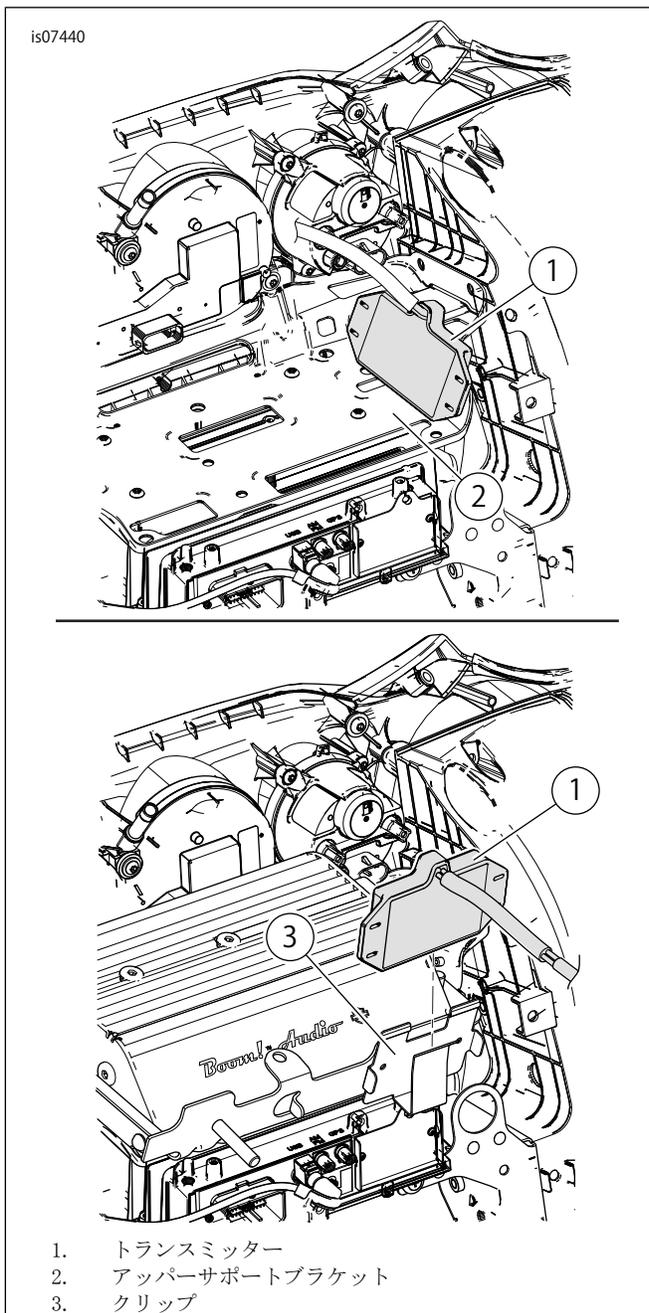

図13。トランスミッターの取り付け(2014～2016年のFLHTおよびFLHX TouringまたはTrikeモデル)
2. 「図13」を参照。フェアリングマウントアンブ非装着のモデル: